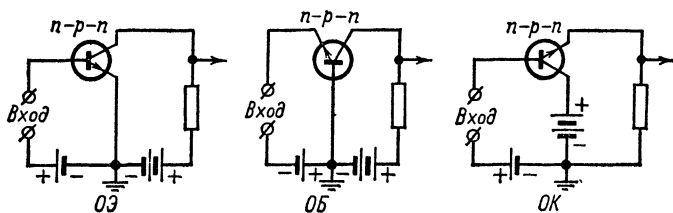

Рис. 87. Включение транзистора структуры  $n-p-n$  в трех основных схемах. Обратите внимание на полярность батарей.
**Н.** — Именно этим я и занимался, приспособляя к транзисторам типа  $n-p-n$  рассмотренные нами в прошлый раз три основные схемы. И на своем ложе страданий я сделал эти рисунки (рис. 87).